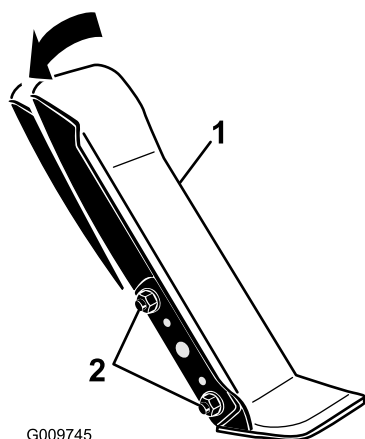

図 111
1. 走行ペダルの左側をブラケットに固定しているナットとボルト各2をゆるめる 図 111。
2. 走行ペダルを希望の角度に調整しナットで固定する 図 111。